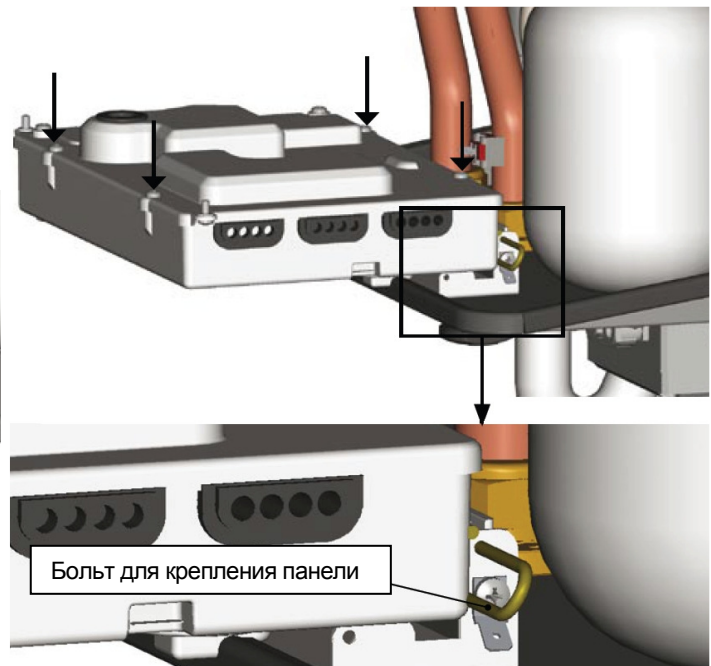

Рис. 16. Болт для крепления панели (поз. 2)
- 2) Выдвинуть болт для крепления в направлении как указывает стрелка на рис. 16
- 3) Установить панель в горизонтальном положении и всунуть ранее удалённый болт в самое верхнее отверстие кронштейна (Рис. 16б)